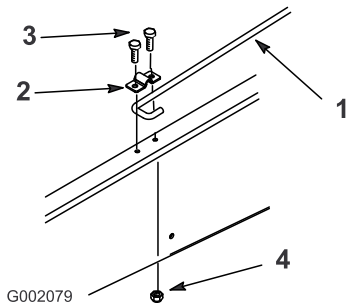

Bild 10
6. Lösen Sie die Schraube, mit der der Ständerclip am Rahmen befestigt ist, bis Sie das J-förmige Hakenende des Ständers unter den Clip schieben können (Bild 10).
7. Ziehen Sie die Schraube fest und befestigen Sie die andere Seite des Clips mit einer neuen Schraube (5/16 x 3/4 Zoll) und einer Bundmutter (5/16 Zoll) (Bild 10)